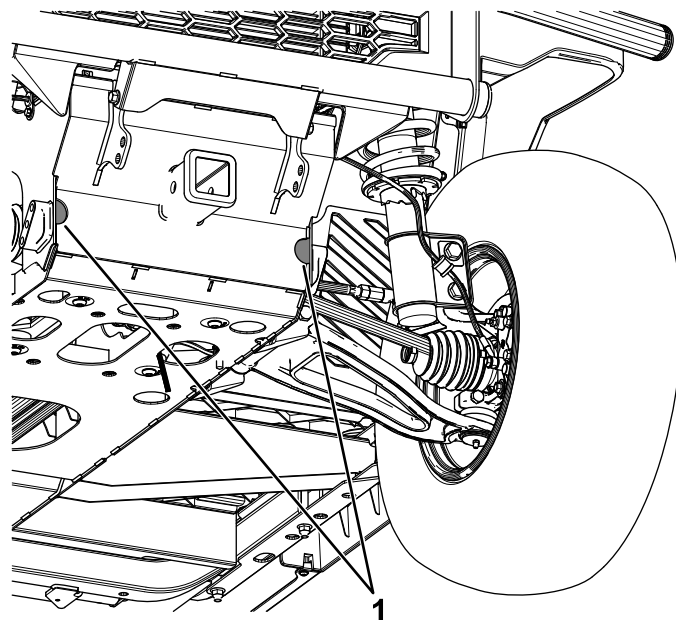
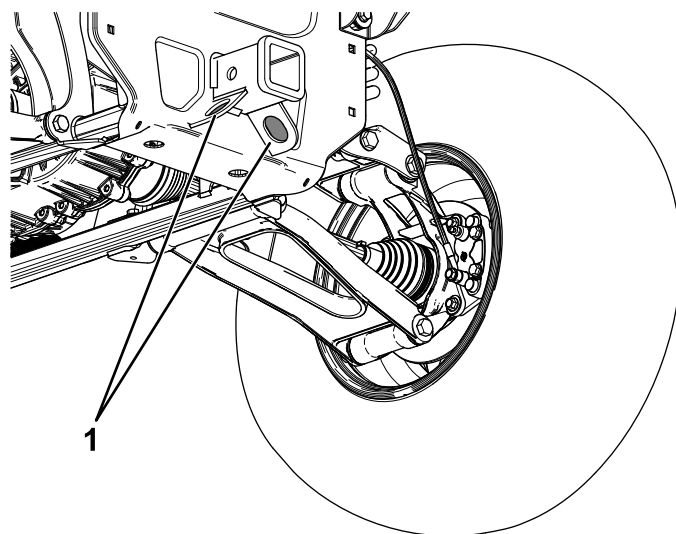

Figure 56
Figure 57
L'emplacement des points d'arrimage sur la machine est indiqué à la Figure 56 et la Figure 57.
1. Accrochez un câble de remorquage à la flèche d'attelage à l'avant du cadre de la machine (Figure 56).